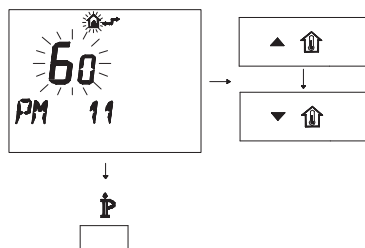

Figura 5.48
- Para modificar el punto de consigna programado, use los botones y espere a que el número programado comience a parpadear (Figura 5.48). Cada paso de aumento o reducción equivale a 1 segundos.